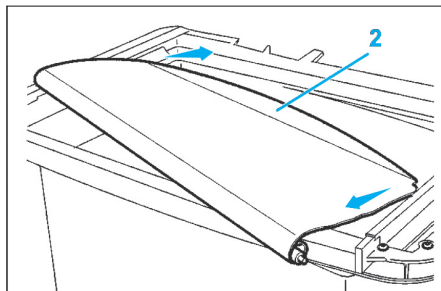

Fig. 59
- Déposer le guide (2) de rideau en le mettant de travers comme indiqué par les flèches (Fig.59).